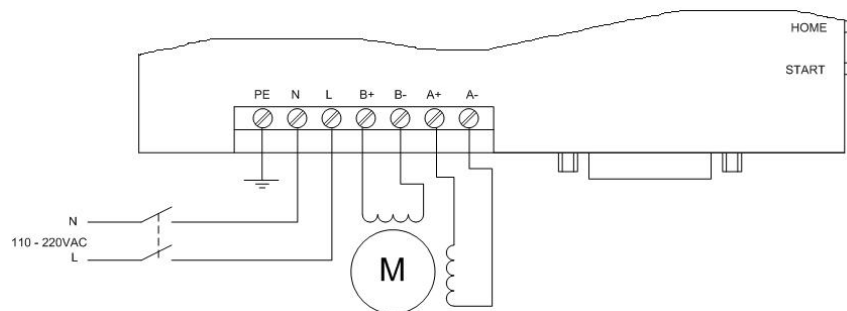

Рис. 3. Пример подключения питания и двигателя к блоку.
1. Выполните соединение блока с ПЧД, датчиками и источником питания согласно монтажным схемам рис.3 – 9. Питание подключается к блоку в последнюю очередь.